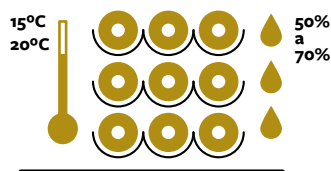

Figure 10
- À une température ambiante constante de 15 à 20° Celsius (59 à 68F) (**Figure 10**).